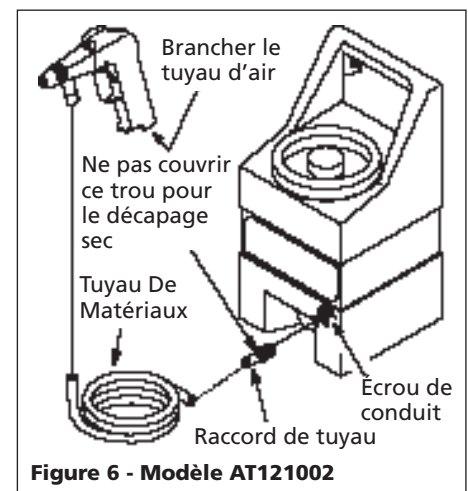

Figure 6 - Modèle AT121002
2. Brancher le tuyau de matériaux au raccord de tuyau flexible. Brancher l'autre sens du tuyau de matériaux au pistolet (Voir Figure 6). Ne jamais utiliser des colliers de serrage pour fixer le tuyau.